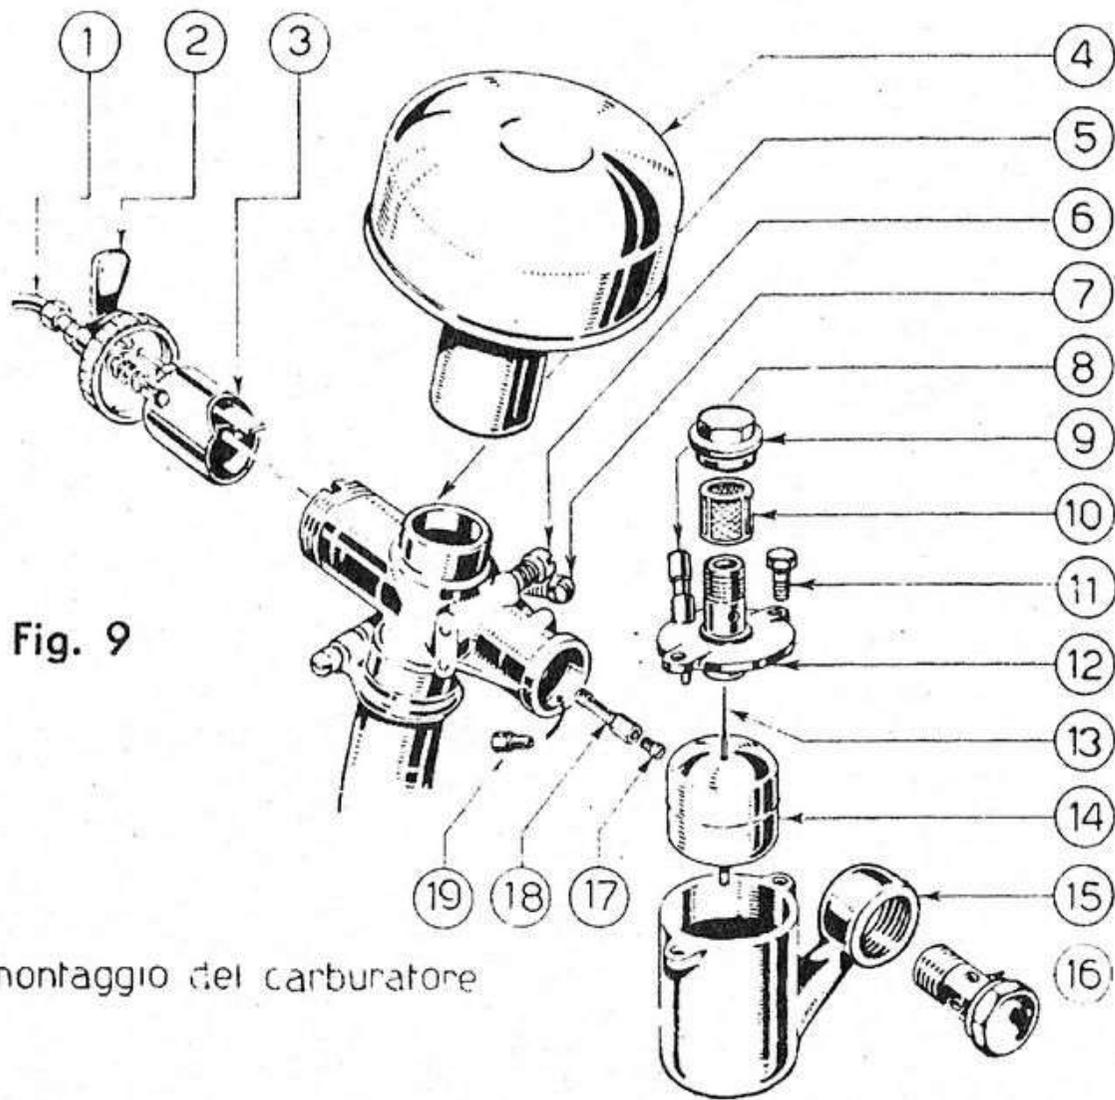

Fig. 9
3) Carburatore (fig. 9).
Per la pulizia interna del carburatore si segua la scomposizione illustrata alla fig. 9 evitando l'uso di aghi o spilli per la pulizia dei getti, poichè si altererebbe la loro taratura con la conseguenza di un maggior consumo.